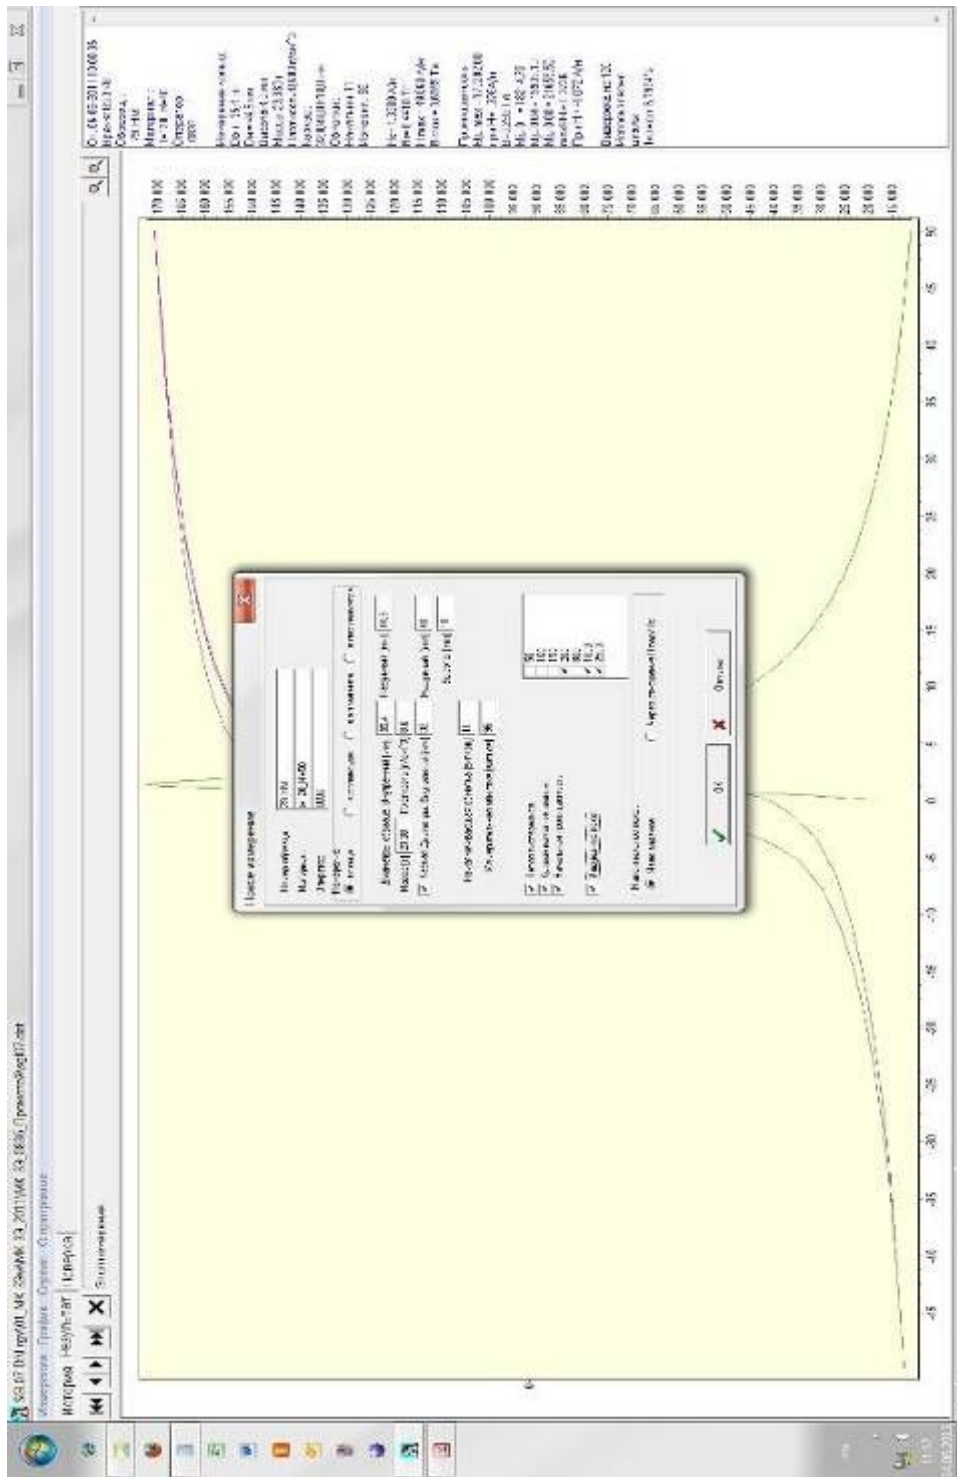

Рис. 4 Новое измерение\Кольцо (заданы масса и плотность)
- 2.3...5 При выборе в пункте "Сервис\Настройки\Метод" задания массы и плотности появляется окно "Измерение\Новое измерение" (рис.4).
- 2.3...6 В окне "Измерение\Новое измерение" (рис.4) задать значения массы и плотности.
- 2.3...9 В меню "Измерение\Новое измерение" (рис.4, 23) установить флажок в окошке "Измерение кольца" и задать параметры измеряемого образца, отметить флажками измеряемые характеристики, задать критерий максимального поля в явном виде или через отношение к H_c .